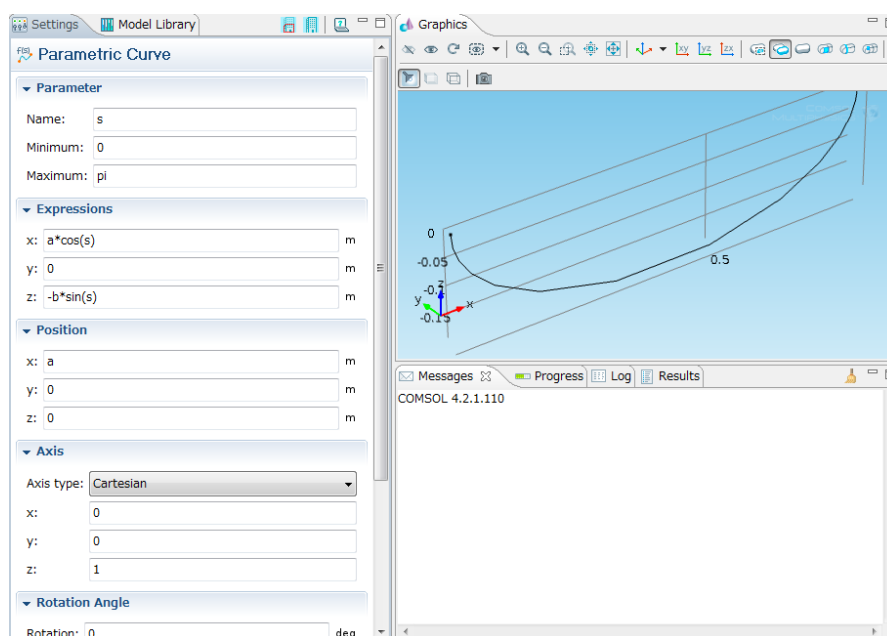

Fig.2: Geometry 設定
- (1) Model Wizard より 3D を選択し、Structural Mechanics（構造力学）の中から Beam を選択する。Study Type は Frequency Domain を選択する。
- (2) Geometry として Parametric Curve を選択し、長半径を  $a$ 、短半径を  $b$  としてパラメトリック曲線を  $x = a \cdot \cos(s)$ ,  $y=0$ ,  $z = -b \cdot \sin(s)$  と設定する。また図形の中心を  $(a,0,0)$  とし片方の端点が座標原点に来るようにする (Fig. 2)。